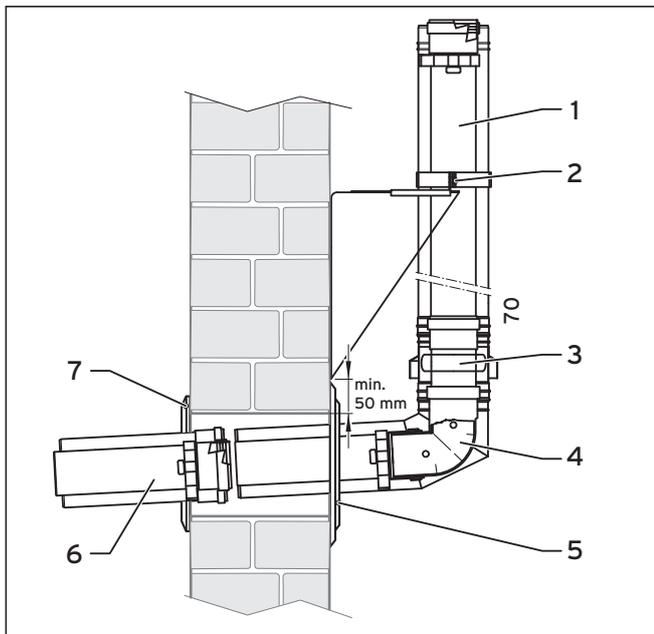
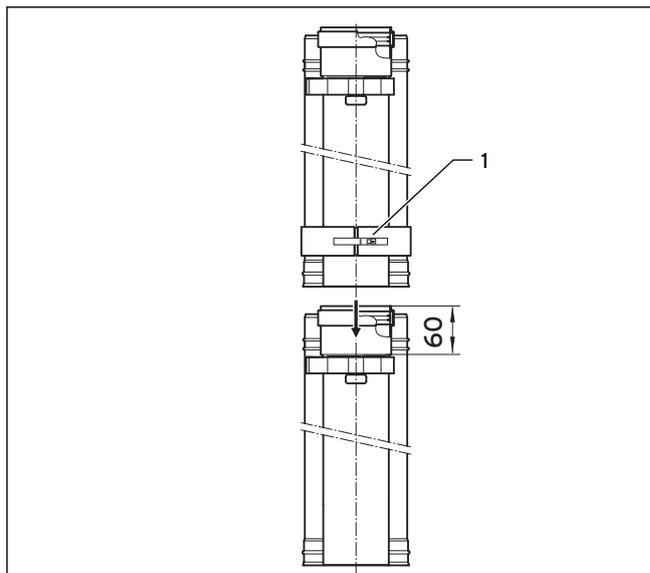

Fig. 6.23 Montaggio del raccordo per il condotto sulla parete esterna
Fig. 6.24 Assemblaggio dei componenti di evacuazione fumi del sistema esterno
- Applicare una fascetta stringitubo (1, fig. 6.24) rispettivamente su una prolunga per parete esterna (1, fig. 6.23) e sull'elemento di aspirazione dell'aria (3, fig. 6.23).
- Inserire l'elemento di aspirazione dell'aria (3, fig. 6.23) nella curva passante a parete (4, fig. 6.23) fino all'arresto, e la prolunga per parete esterna (1, fig. 6.23) nell'elemento di aspirazione dell'aria (3, fig. 6.23).
- Applicare la fascetta stingitubo (1, fig. 6.24) sulle due nervature esterne (1, 3, fig. 6.25) e stringere il dispositivo di serraggio (2, fig. 6.25).
- Inserire la curva passante a parete (4, fig. 6.23) con l'elemento di aspirazione dell'aria e la prolunga nella breccia del muro.
- Applicare il collare della mensola (2, fig. 6.23) alla prolunga per parete esterna e serrare le due viti di arresto.
- Eventualmente accorciare la prolunga bianca (6, fig. 6.23).
- Inserire la prolunga bianca 6, fig. 6.23) dall'interno nella curva passante a parete (4, fig. 6.23).
- Avvitare la rosetta interna (7, fig. 6.23) dall'interno.
- Avvitare la rosetta esterna (5, fig. 6.23) dall'esterno.